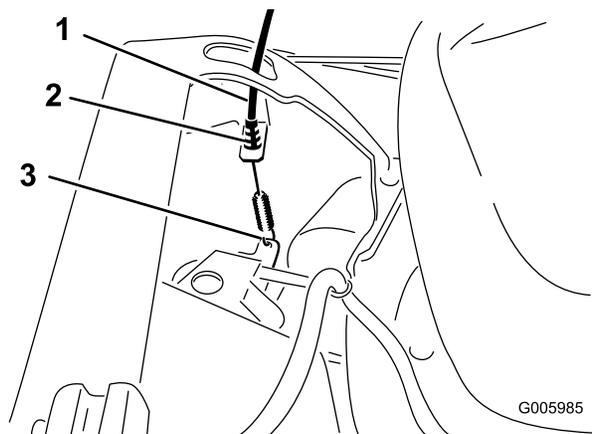

Figure 6
3. Faites passer le câble d'autopropulsion à l'intérieur du guidon, puis dans l'ouverture du côté gauche du carter et attachez l'extrémité du câble (Figure 6).